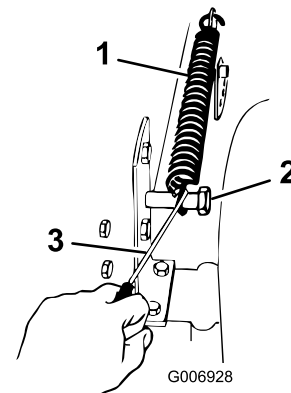

Figure 43
- Retirez le ressort compensateur entre la patte de levage droite du plateau de coupe et le boulon de retenue (Figure 43).